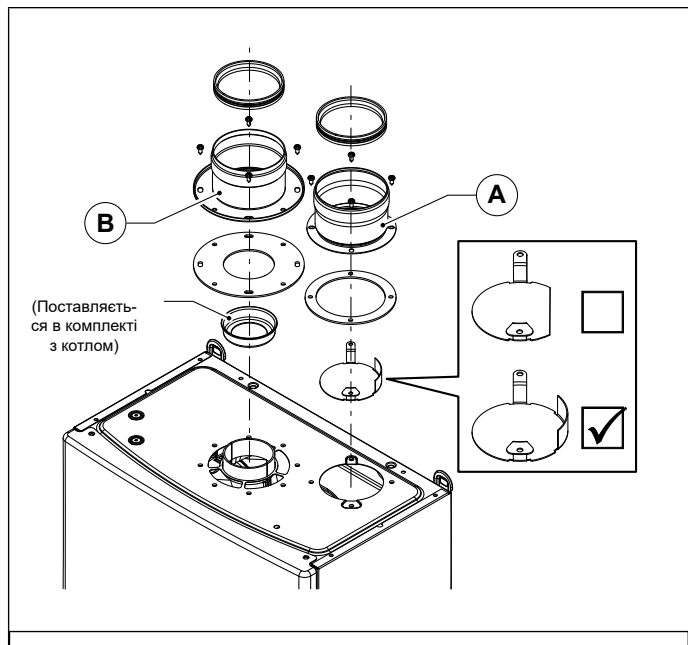

Рис. 16 OSDOPPIA13
- Змонтуйте відповідний дефлектор повітря (дивись Рис. 16 0SDOPPIA13).
Вибір необхідної діафрагми з комплекту, що поставляється з котлом (див. Рис. 16 0SDOPPIA13).